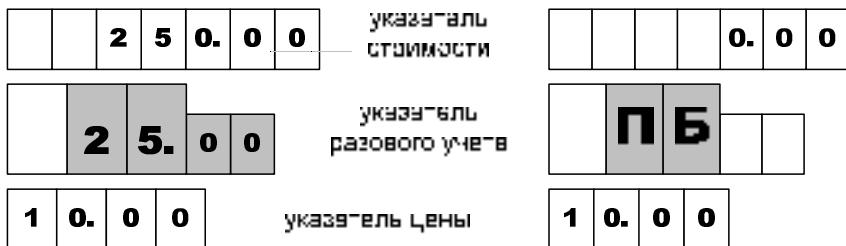

Рисунок 1
7.3 В начале новой заправки, когда колонка готова к отпуску топлива, в средней строке устройства мигающими символами отображается заданная доза, а в случае отпуска "до полного бака" – символы "ПБ" (рисунок 1). Это дает клиенту удобный способ определить, когда можно начать заправку, а также убедиться, что задано именно то количество топлива, которое он заказывал. После пуска колонки в этой строке отображается *отпущенная* на текущий момент доза.